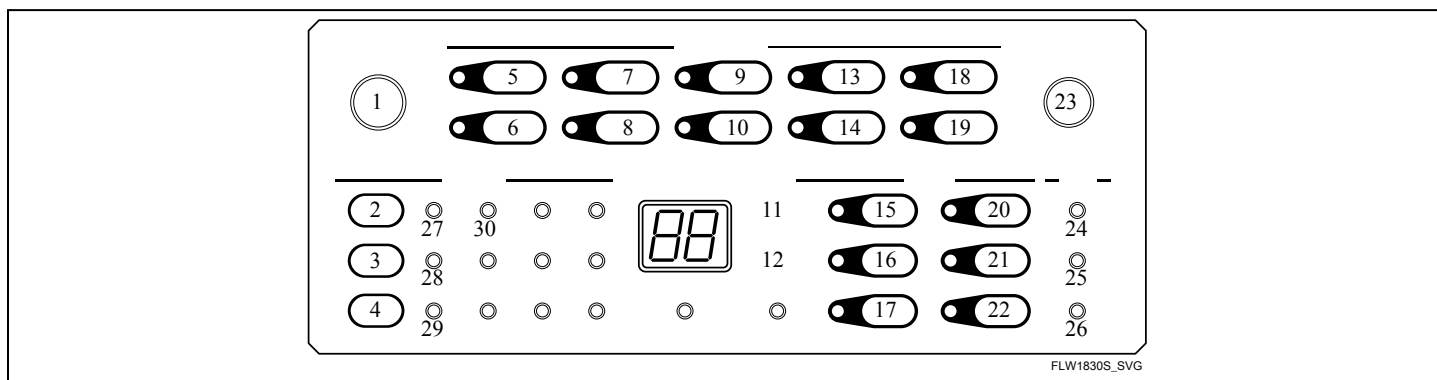

Figura 2
Enquanto estiver no modo Start (Iniciar), entre pressionando as teclas 3 e 9. Consulte a *Figura 2*.
Enquanto estiver no modo Iniciar, entre pressionando as teclas 3 e 14. Consulte a *Figura 2*. Para sair deste modo, pressione as duas teclas usadas para entrar nele, pressione a tecla Ligar/Cancelar, ou desligue a máquina.
Este modo é usado para aumentar os níveis de enchimento de água da máquina oferecendo maior flexibilidade ao usuário. Para entrar nesse modo, primeiro desligue o controle, coloque o interruptor DIP de nível de água padrão/mais alto em ON (Ligado) e ligue o controle. Em seguida, enquanto estiver no modo Start (Iniciar), pressione as teclas 8 e 14 para entrar no modo Extra Water (Água extra). Consulte a *Figura 2*.
O Rainbow Pizzazz Display pode ser ligado ou desligado pressionando as teclas 9 e 10 durante o modo Start (Iniciar). Consulte a *Figura 2*. Em caso de falta de energia, o controle lembrará se o Rainbow Pizzazz Display foi ligado ou desligado.
Enquanto estiver no modo Start (Iniciar), entre pressionando as teclas 3 e 8. Consulte a *Figura 2*. O controle permanecerá no modo Start até que essas teclas sejam pressionadas novamente. Quando sair do modo Start, o controle entrará no modo Iniciar e restaurará todas as seleções do usuário de volta para os padrões de fábrica.
devido à água e/ou à espuma. Enquanto estiver no modo Iniciar e dentro de cinco minutos após o controle ser ligado, pressione as teclas 8 e 13. Consulte a *Figura 2*.
Enquanto estiver no modo Start (Iniciar), entre pressionando as teclas 7 e 8. Consulte a *Figura 2*. Para sair deste modo, pressione as duas teclas usadas para entrar nele, ou pressione a tecla Power/Cancel (Ligar/cancelar), ou desligue a máquina.
O controle tem a capacidade de prolongar o tempo de um ciclo para ajudar a eliminar a espuma. Enquanto estiver no modo Start (Iniciar) e dentro de cinco minutos após o controle ser ligado, pressione as teclas 2 e 3 para entrar neste modo. Consulte a *Figura 2*.
2. Pressione as teclas com os números 2 e 7 ao mesmo tempo. Consulte a *Figura 2*.